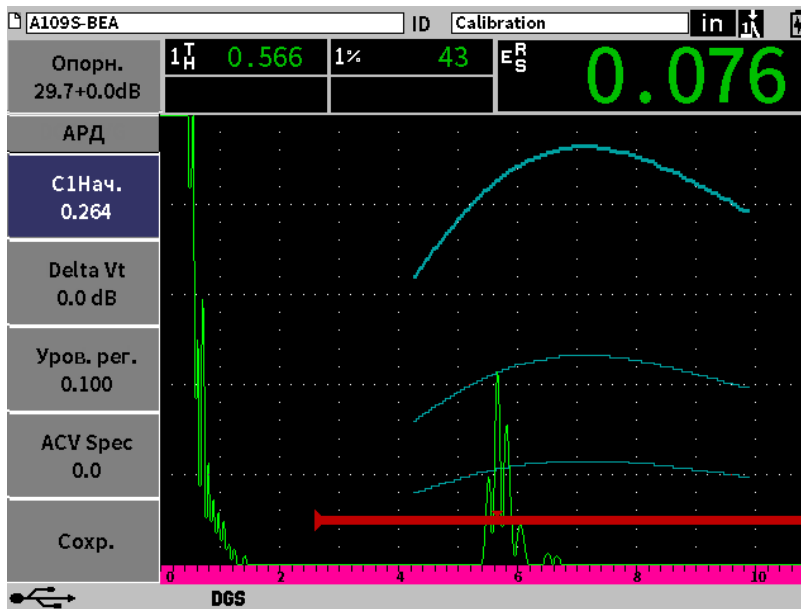

Рис. 11-22 АРД-диаграммы на экране прибора
После регистрации опорного эхо-сигнала, ЕРОСН 6LT автоматически рассчитывает АРД-диаграммы и отображает их на экране на пороговом уровне регистрации (см. Рис. 11-22 на стр 186).
1. В подменю АРД нажмите клавишу Tab, чтобы выбрать **Delta VT** (см. Рис. 11-22 на стр 186).